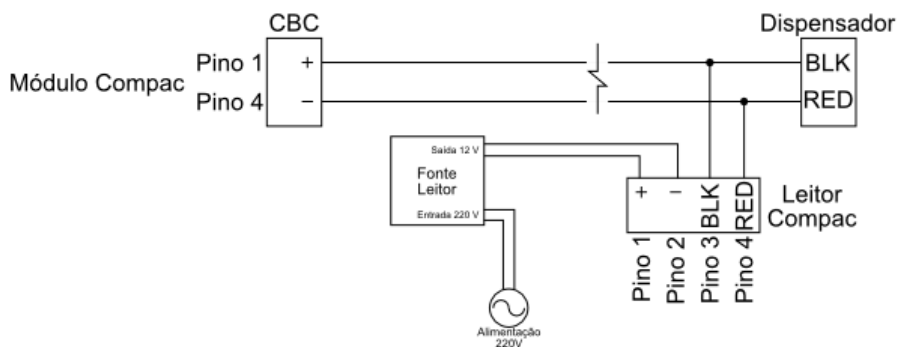

Fig. 51
5.4.2. Depois de certificar-se que está tudo funcionando corretamente entre a automação e o dispensador instale o leitor conforme Fig. 51: